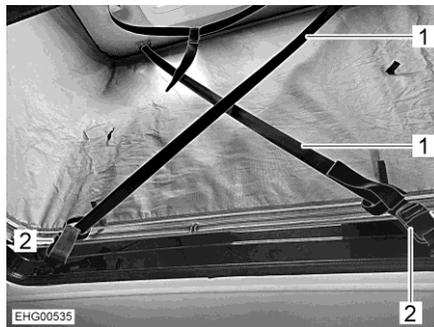

Fig. 59 Paravento
- Estrarre completamente le due cinture di ritegno (Fig. 59,1).
- Agganciare ciascuna cintura di ritegno diagonalmente alle fibbie (Fig. 59,2).